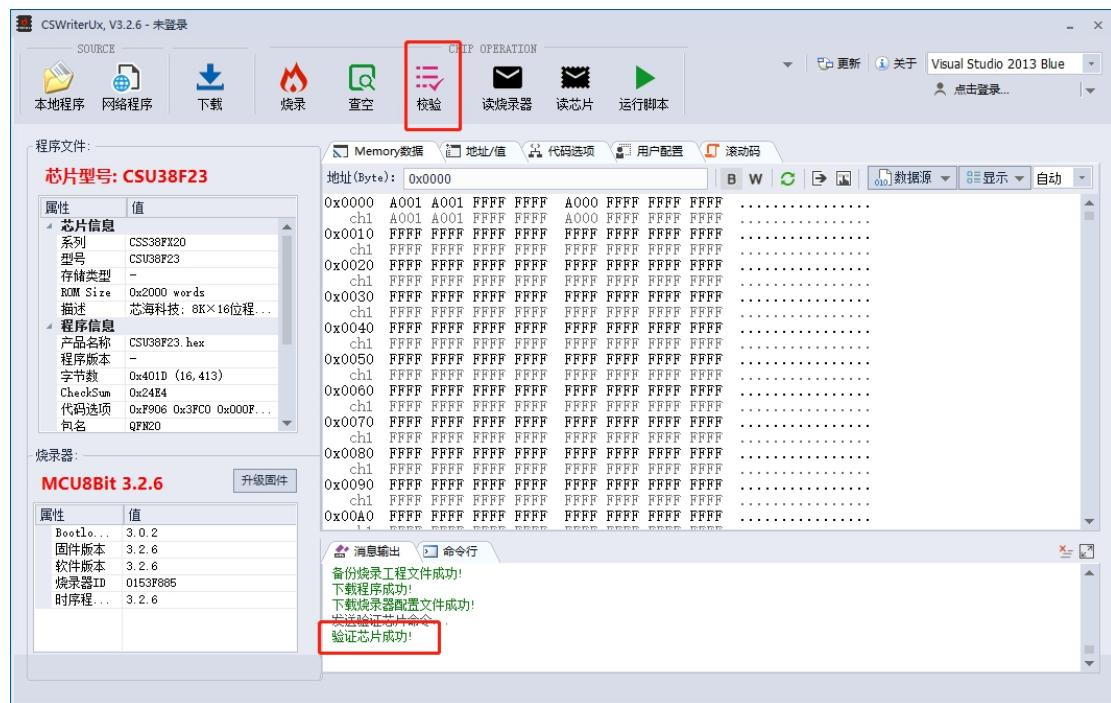

图 8 上位机“校验”界面
(5) PC 上位机点击“校验”，能够正常对芯片进行校验，上位机提示“校验成功”，如图 8 所示。